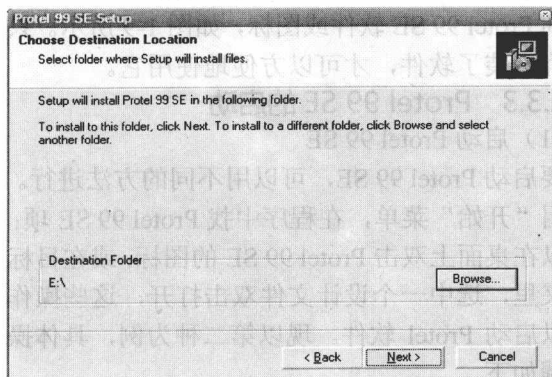

图 1-3 安装文件夹对话框
③ 单击 Next 按钮，进入询问安装文件夹位置对话框，如图 1-3 所示。可用系统默认的位置，也可单击 Browse 按钮，选择适当的文件夹后，单击 Next 按钮进入下一步。